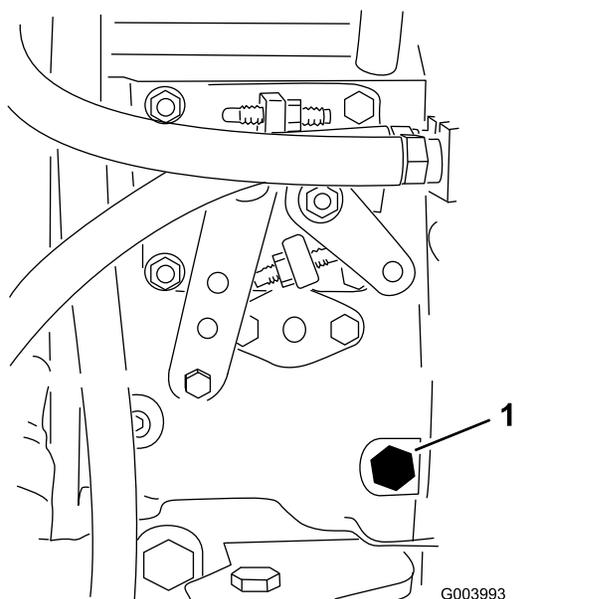

Рисунок 30
3. С помощью динамометрического ключа 12 мм выверните винт для продувки из топливного насоса (Рисунок 30).